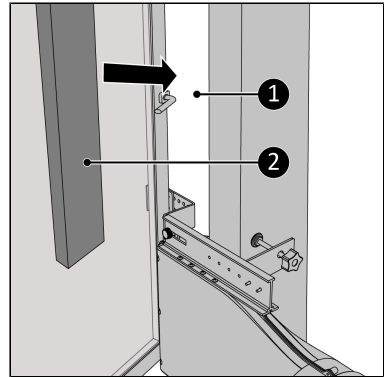

Abbildung 136.
16. Füllen Sie die Freiräume (Abbildung 136, Pos. 1) mit dem gelieferten Isolierschaum (Abbildung 136, Pos. 2) auf, schneiden Sie den Schaum ab, falls notwendig*.